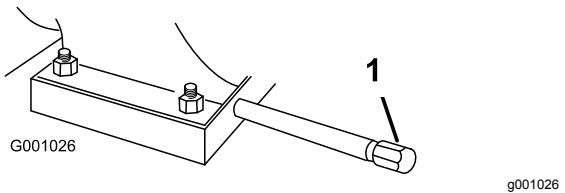

Figure 45
- Nettoyez la surface autour du bouchon de vidange d'huile (Figure 45).